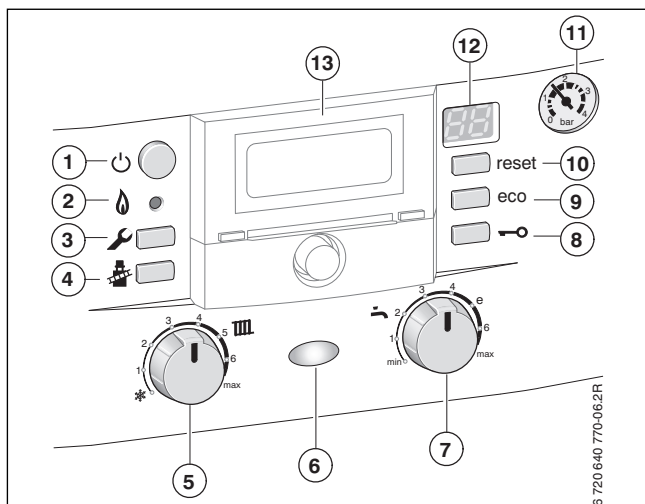

Fig. 7
- Régulateur en fonction de la température extérieure intégré dans l'appareil (→ fig. 7, [13], page 17).